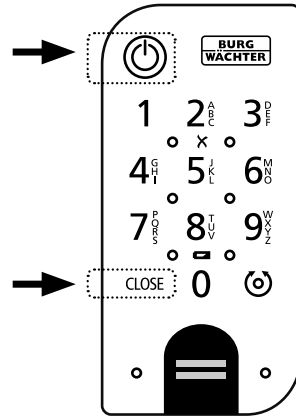

Abb. 119
- 1 Aktivieren Sie die Tastatur, indem Sie entweder die ON-Taste oder die CLOSE-Taste drücken (Abb. 119).